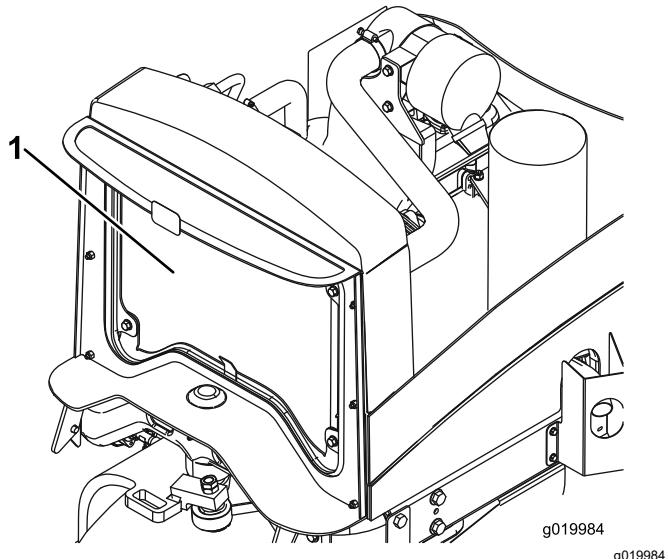

Figura 58
4. Pulite entrambi i lati del radiatore accuratamente con aria compressa (Figura 58).